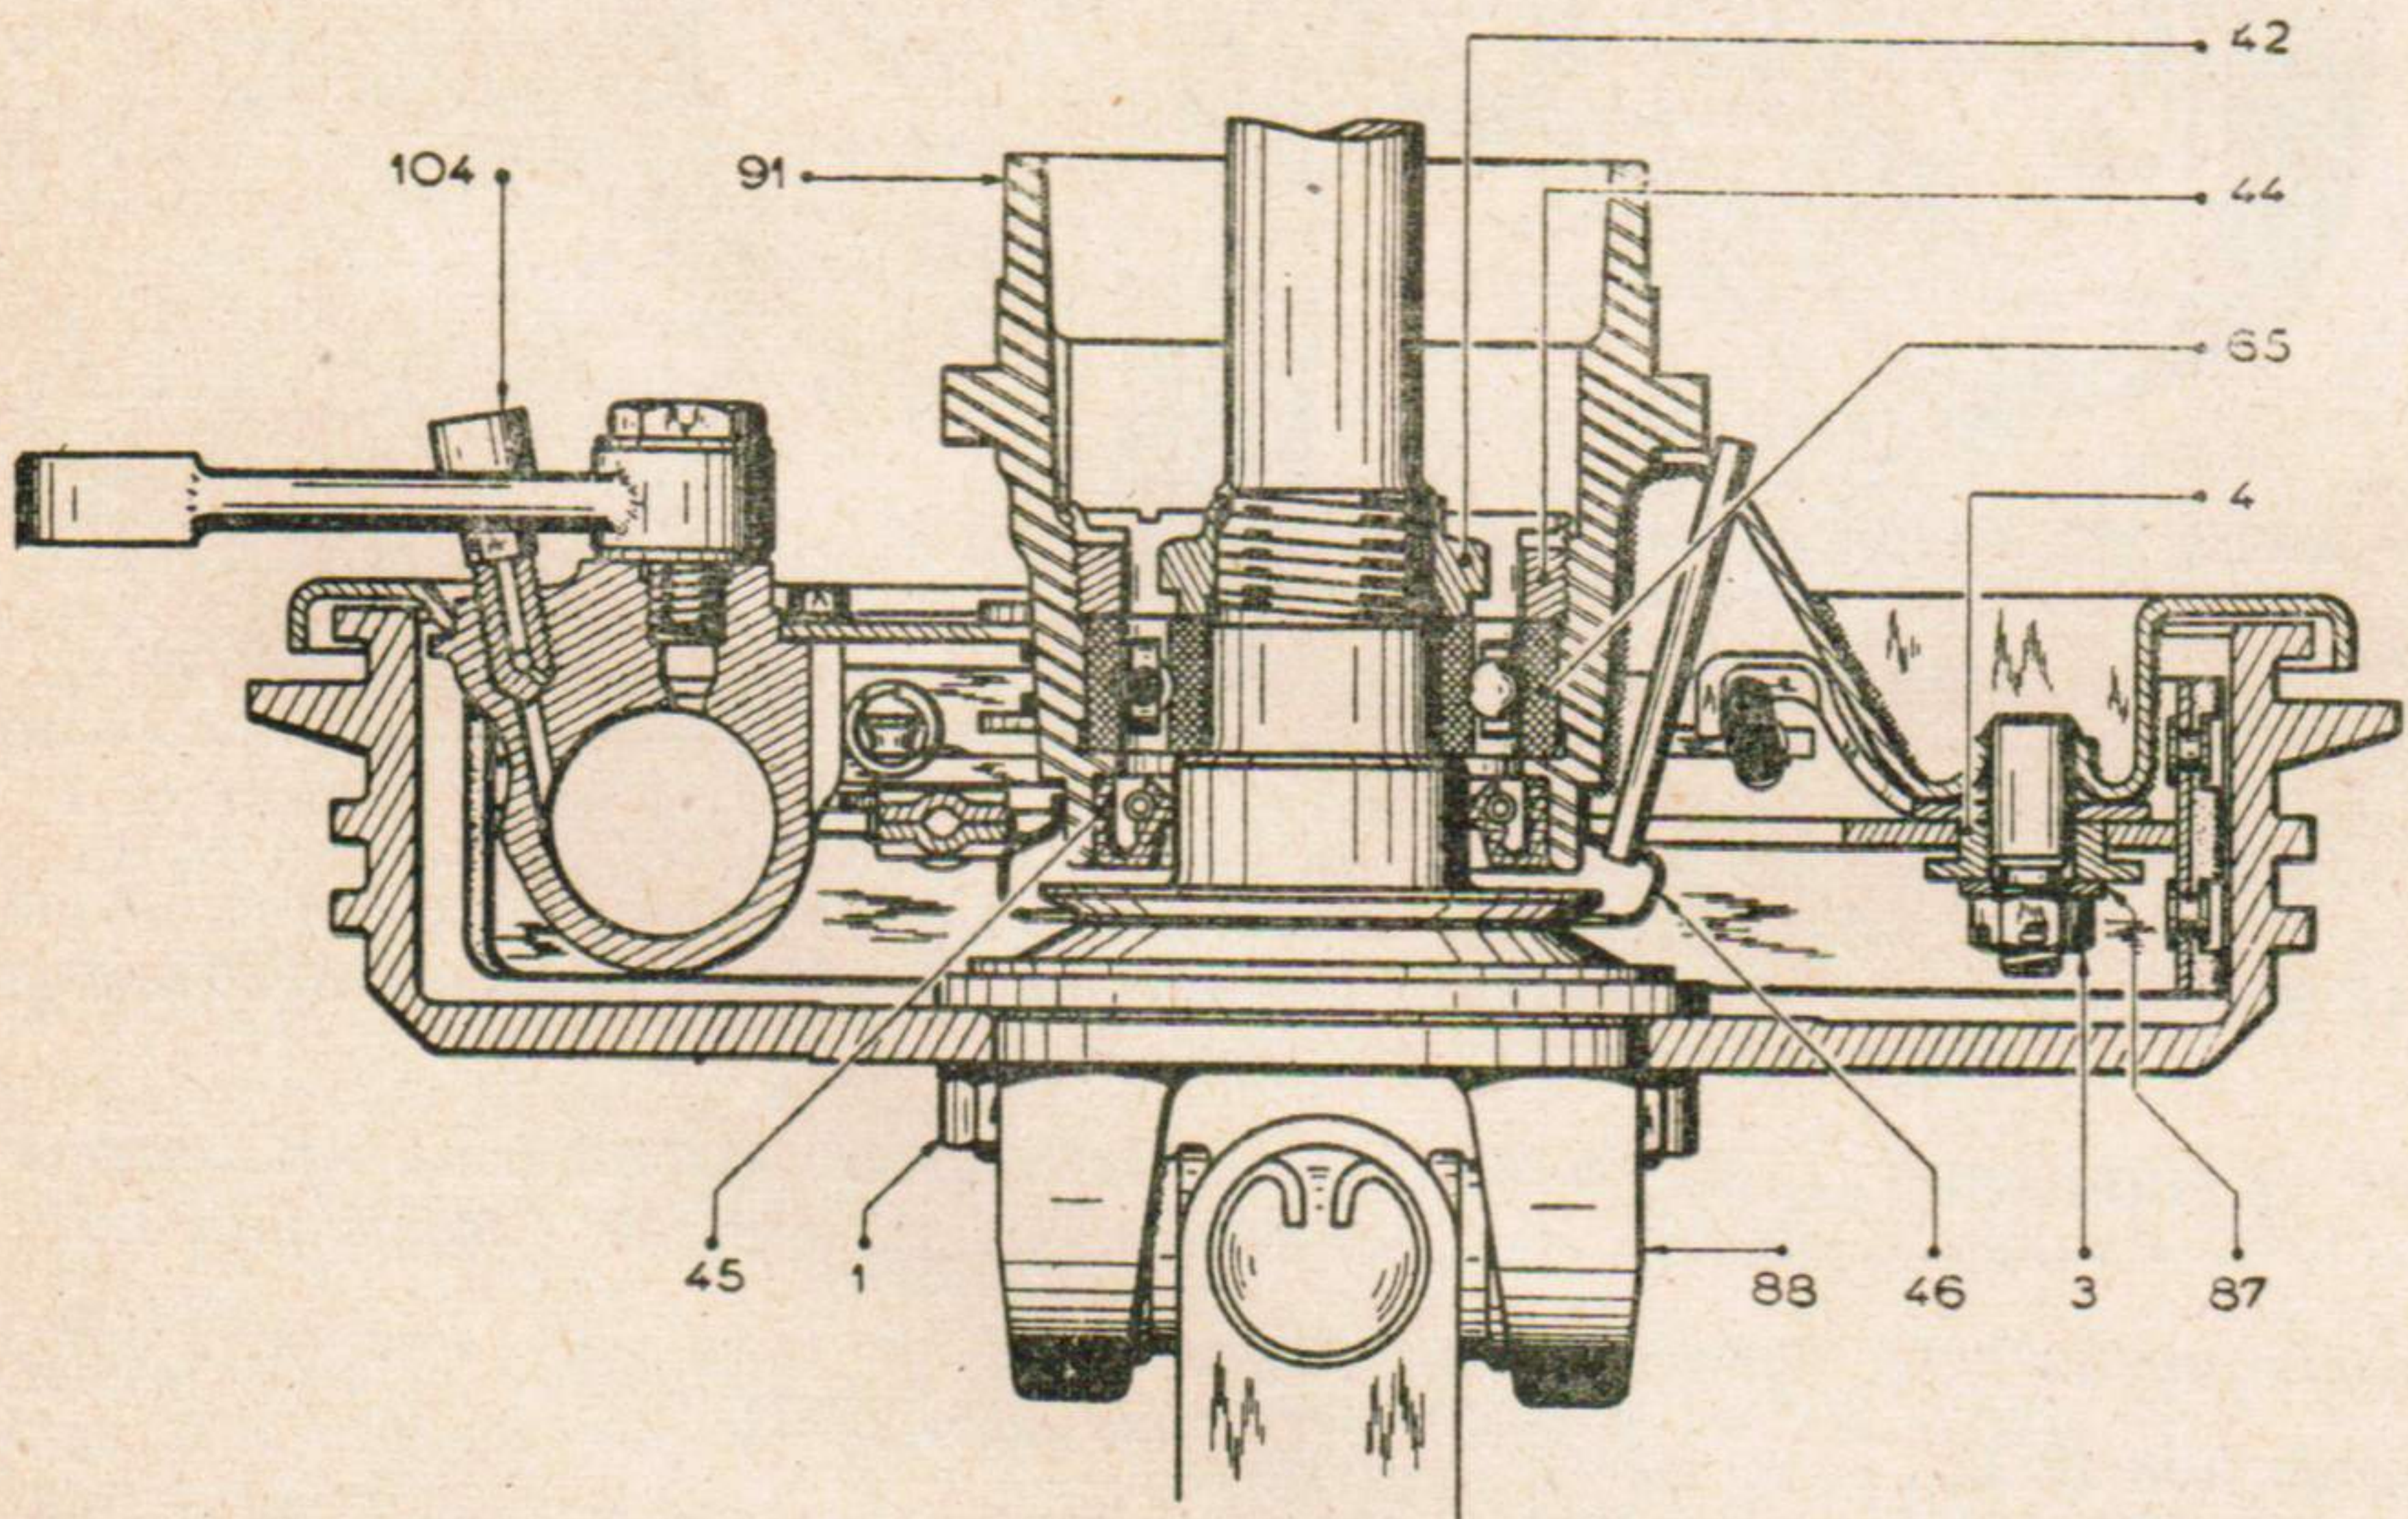

Fig. 48. — Coupe d'un plateau de frein avant (tôle)
- Monter le tambour de frein, en maintenant la mâchoire à coulisse perpendiculairement au tambour. Serrer les écrous (1) (figure 48) à 2,5 m.kg, par-dessus une rondelle éventail.
- 3° Huiler légèrement les excentriques (4) de réglage et les mettre en place, placer sur l'axe des rondelles (87) (figure 48), visser provisoirement les écrous (3) d'excentrique.
- 2° Faire sauter, au bédane, le métal de l'écrou (42) (figure 48), rabattu dans le fraisage de l'arbre. Dévisser et déposer cet écrou.